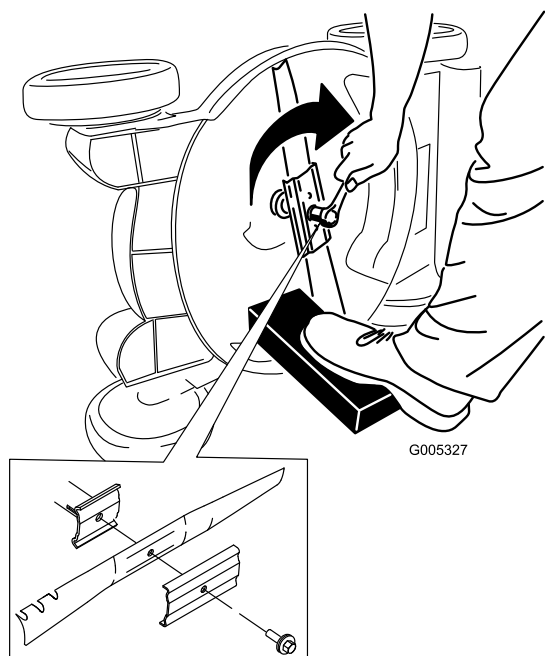

Figura 48
5. Instale la cuchilla nueva y todos los herrajes de montaje (Figura 48).